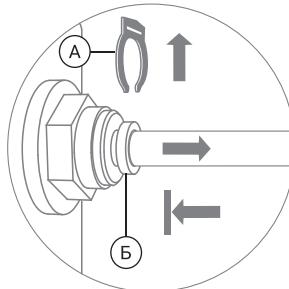

Рис. 12
2. Отсоедините стопорную клипсу (A). Удерживая цанговое кольцо (Б) прижатым к основанию фитинга, потяните на себя пластиковую трубку и аккуратно извлеките ее из фитинга (рис. 12).